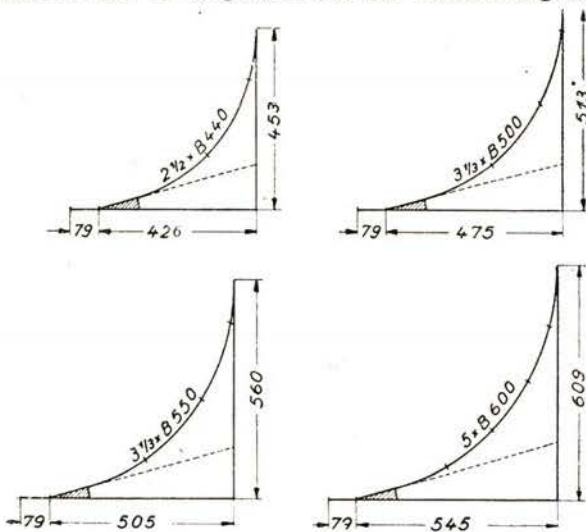

Bild 14 Abmessungen von Viertelkreisbogen als Anschluß an eine Weiche; Maßstab 1 : 20.
- Für einen Viertelkreis bei Anbindung an eine Weiche (Bild 14).